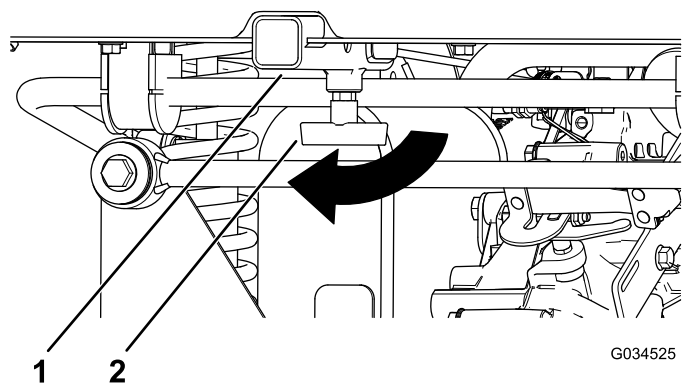

図 17
1. T 字ハンドルを右に回してゆるめる 図 17。
2. レシーバのアクセサリを挿入し、奥までしっかりと差し込む 図 17。